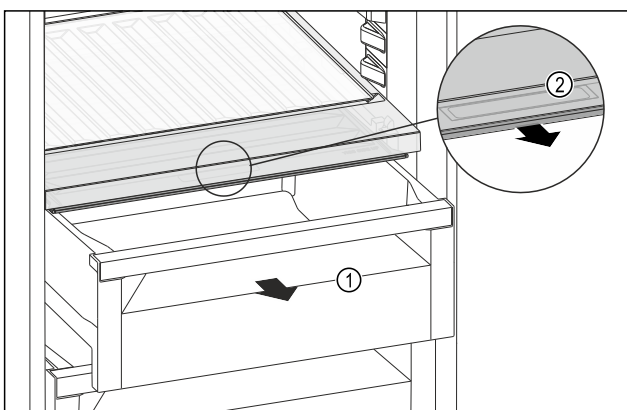

Fig. 107
- ▶ Schuifvak Fig. 107 (1) uittrekken.
- ▶ Greeplijst Fig. 107 (2) op het vakdeksel vastpakken en het vakdeksel gelijktijdig naar voren trekken.